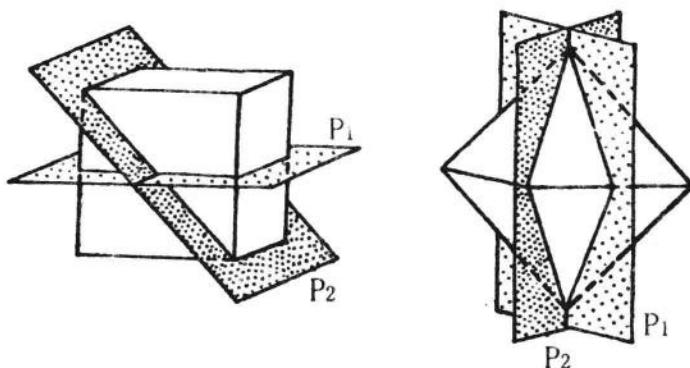

图 2 晶体对称面存在的可能位置
①垂直平分某些晶面且垂直平分某些晶棱的平面,如图 2 中的 P_1 平面。
②包含某些晶棱的平面,如图 2 中的 P_2 平面。